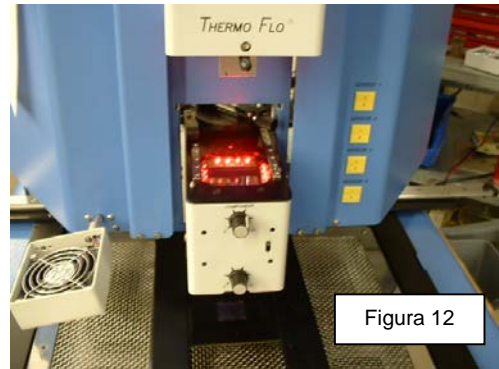

Figura 12
- viii. La cámara se extenderá automáticamente (Figura 12) y la cabeza de reflujo se desplazará a la posición de enfoque.